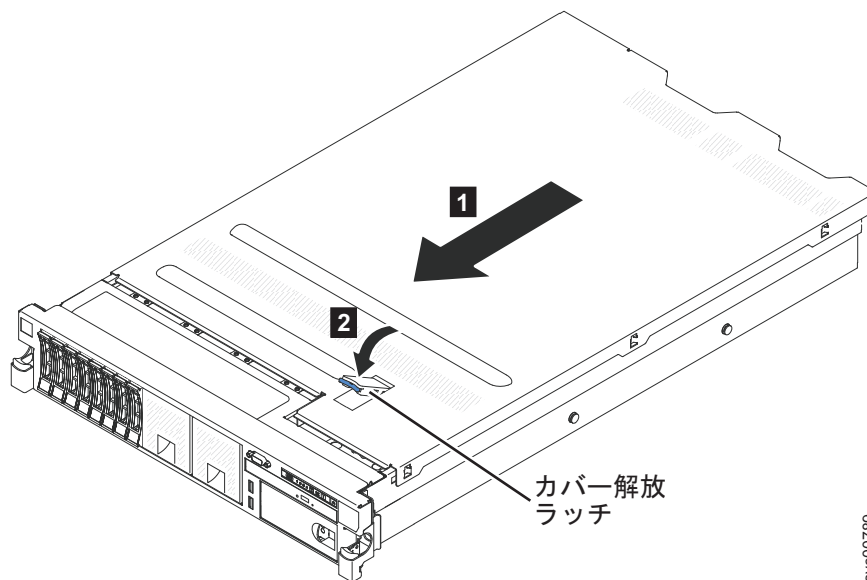

図 79. SAN ボリューム・コントローラー 2145-DH8 カバーの再取り付け
4. 図 79 に示すように、カバーをノードの前面に向けてスライドさせます。